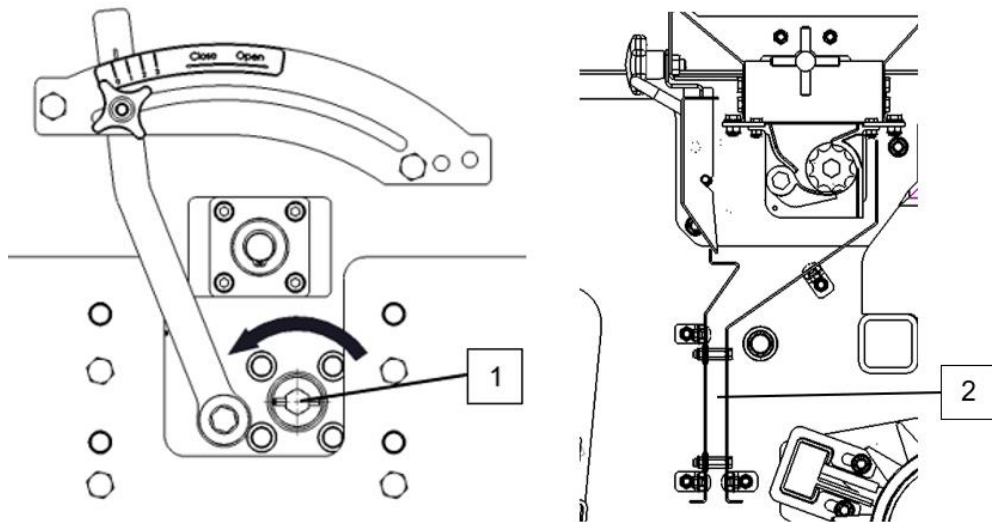

Fig. 5-1
- Verificare che il passaggio del seme (2) non sia ostruito. (Fig.5-1)